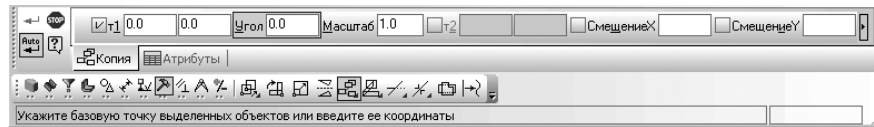

Рис. 8.33. Панель свойств: Копирование, Компактная панель и строка сообщений
- щелкните по кнопке  – **Копирование**. Появится в нижней части экрана **Панель свойств: Копирование** (рис. 8.33);